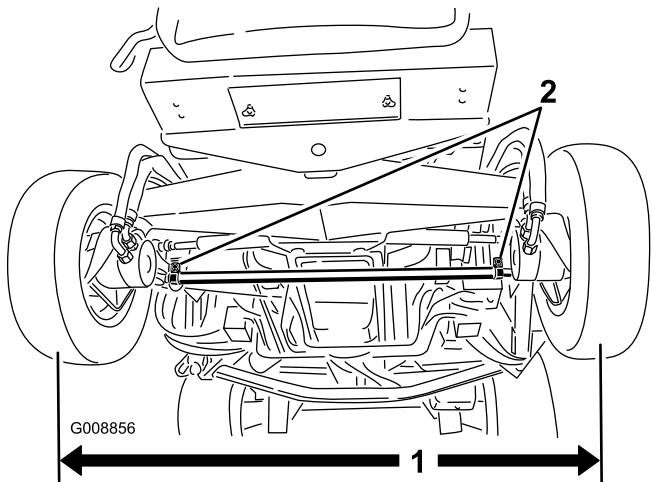

Рисунок 76
1. Измерьте межцентровое расстояние (на высоте моста) на передней и задней стороне рулевых колес (Рисунок 76).
| 2. Для регулировки ослабьте зажимы на обоих концах поперечных тяг (Рисунок 76). | |